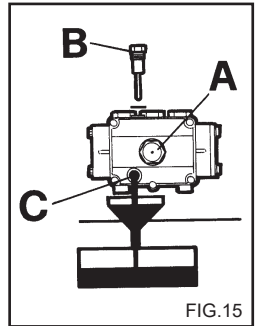

FIG.15
- 2 - Desenroscar el tapón con la varilla de control del nivel (fig. 15).